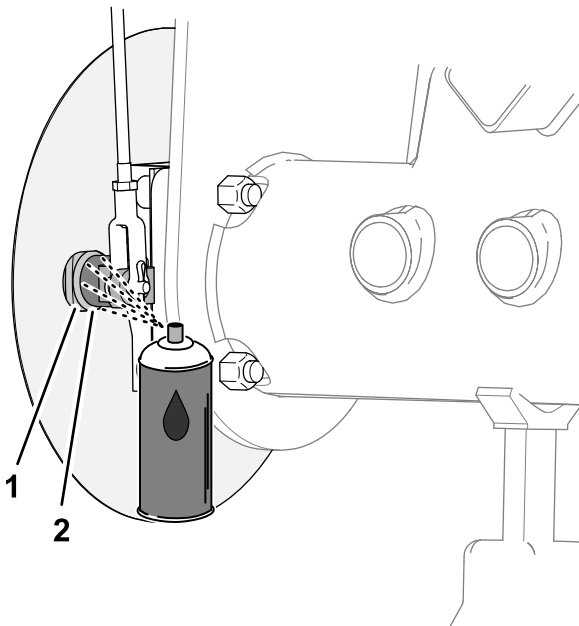

**Bild 67**
2. Bewegen Sie den Feststellbremshebel auf und ab, um zu prüfen, ob sich der Hebel für den Bremsnockenhebel frei bewegen lässt (Bild 67).